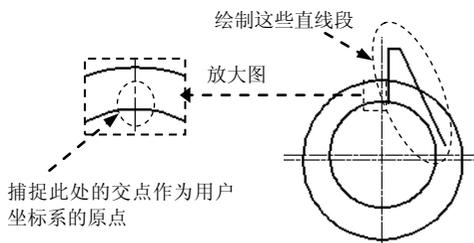
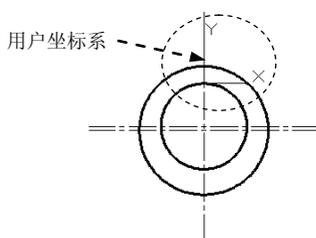

图 17.2.8 绘制直线段
图 17.2.9 用户坐标系的位置
(2) 选择下拉菜单 **绘图(D)** → **圆(C)** → **圆心、直径(D)** 命令，捕捉第二条水平中心线和第一条垂直中心线的“交点”并单击，输入直径值 90 后按 Enter 键。
Step5. 绘制图 17.2.8 所示的直线段。
(1) 定义用户坐标系 (UCS)。在命令行中输入命令 UCS 后按 Enter 键，输入字母 N 后按 Enter 键，捕捉图 17.2.8 所示的交点并单击，此时用户坐标系便移至指定位置，如图 17.2.9 所示。
(2) 绘制三条直线段。首先确认动态输入按钮 **七** 处于关闭状态，然后选择下拉菜单 **绘图(D)** → **直线(L)** 命令，输入坐标值 (3.3,-0.5) 后按 Enter 键，输入坐标值 (@0,30) 后按 Enter 键，输入坐标值 (@6.5,0) 后按 Enter 键，输入坐标值 (@60<-65) 后按两次 Enter 键。